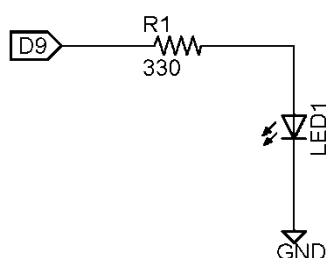

図 2.52 LED 回路
- (1) 図 2.52 の LED 回路をブレッドボード上に作成する。